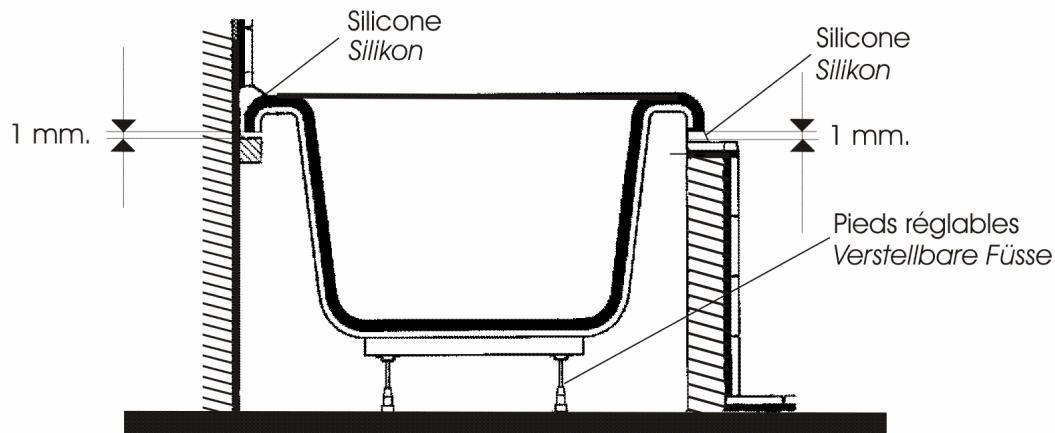

Fig. 1
- Installer des lattes ou supports contre les murs au niveau : - 1 mm. au dessous de la baignoire de façon à lui laisser du jeu ( fig.1). En aucun cas, la baignoire ne doit prendre appui sur ses lattes, elle doit reposer sur ses pieds. Ceci est également valable pour le reste de l'entourage éventuellement réalisé en maçonnerie.
- Die Stützen unter der Badewanne an der Wand so fixieren, dass ein wenig Spiel bleibt , 1mm, ( Fig.1).